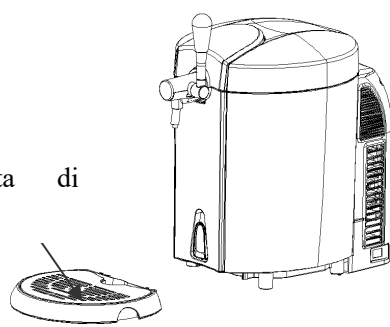

Figura 4
3. Impostare la vaschetta di raccolta nel suo vano. (Vedi figura 4)